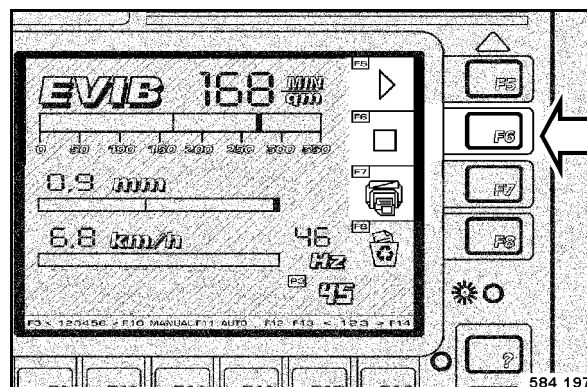

fig. 99
- Effectuer les passes de compactage en marches avant et arrière jusqu'à ce que, après la pression sur la touche F6 "Stop", la zone de contrôle verte, à gauche, à côté de F5 (fig. 99), s'éteigne et que la zone de contrôle rouge F6, située en-dessous, s'allume.